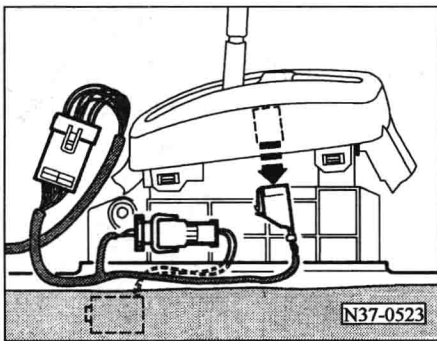
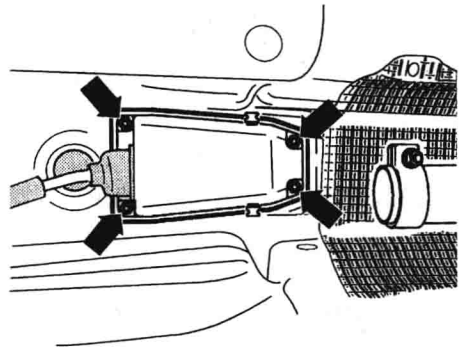

图 1-6 电磁阀-N110-
图 1-7 前隔热板螺栓
- (23) 锁止杆: 用于_____。
- (24) 用于换挡杆锁止的电磁阀-N110-, 如图 1-6 所示:
- ① 为了拆卸换挡锁的电磁阀_____分离插塞联结 1。
- ② 揭开盖子_____。
- ③ 沿箭头方向抽出用于_____和_____的插入件_____。
- ④ 分离_____上的_____。
- (25) 定位销钉: 用于_____。
- (26) 盖板: 有用于安装_____的密封环。
- (27) 螺母: 拧紧力矩: _____。
- (28) 安全夹: 用于拉索杠杆_____上的换挡杆拉索, 安装时展平端部指向_____。
- (29) 卡簧: 用于箱体上的_____, 安装时展平端部指向_____。
- (30) 换挡杆拉索: 不要_____安装, 安装前拉索拉耳和向心推力球轴承要轻微涂抹_____。
- ① 把换挡杆置于_____挡。
- ② 升起汽车。
- ③ 旋下安装支架下面的_____, 并向_____推。
- ④ 拆卸_____ (箭头所指), 图 1-7 所示。